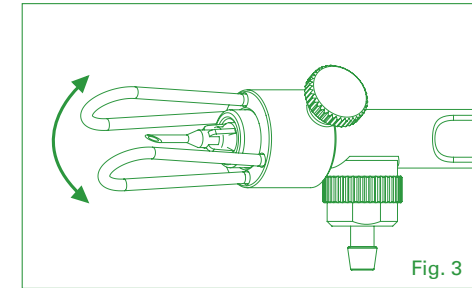

Fig. 3
- 3. Correggere l'angolo se necessario (Fig. 3).
- 3. Ajustar el ángulo como sea necesario (Fig. 3).
- 3. Ajuste o ângulo se necessário (Fig. 3).